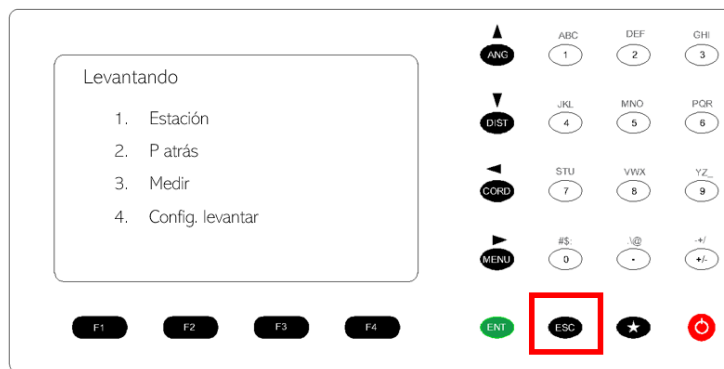

Figura 127. Menú principal.
31. En la nueva ventana presionar el botón ESC para regresar al menú principal. Figura 127.